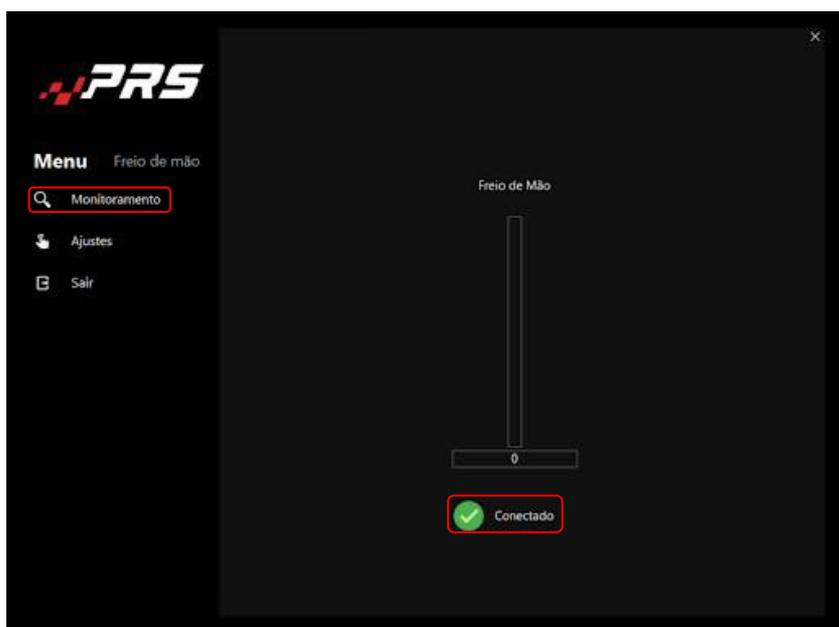

Figura 7
**(3) Zona morta inferior:** Regula a chamada “dead zone”. Se na tela de configuração de seu freio de mão (**Página 8, Figura 7**), o valor não estiver em **0%**, você pode aumentar o valor da configuração gradativamente, até o valor zerar.